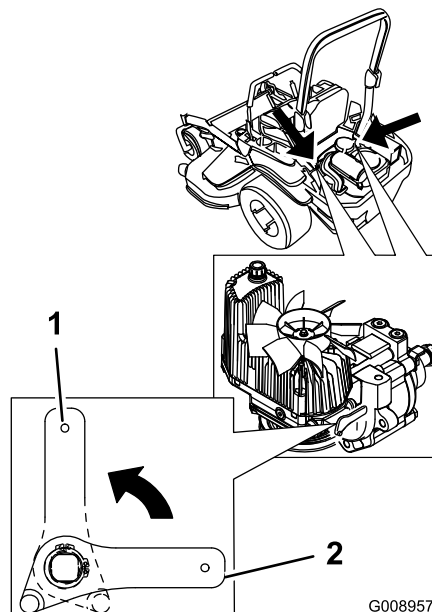

Figure 38
2. Tournez les leviers des valves de déblocage à la verticale pour pousser la machine (Figure 38).
4. Tournez les leviers des valves de déblocage à l'horizontale pour utiliser la machine (Figure 38).